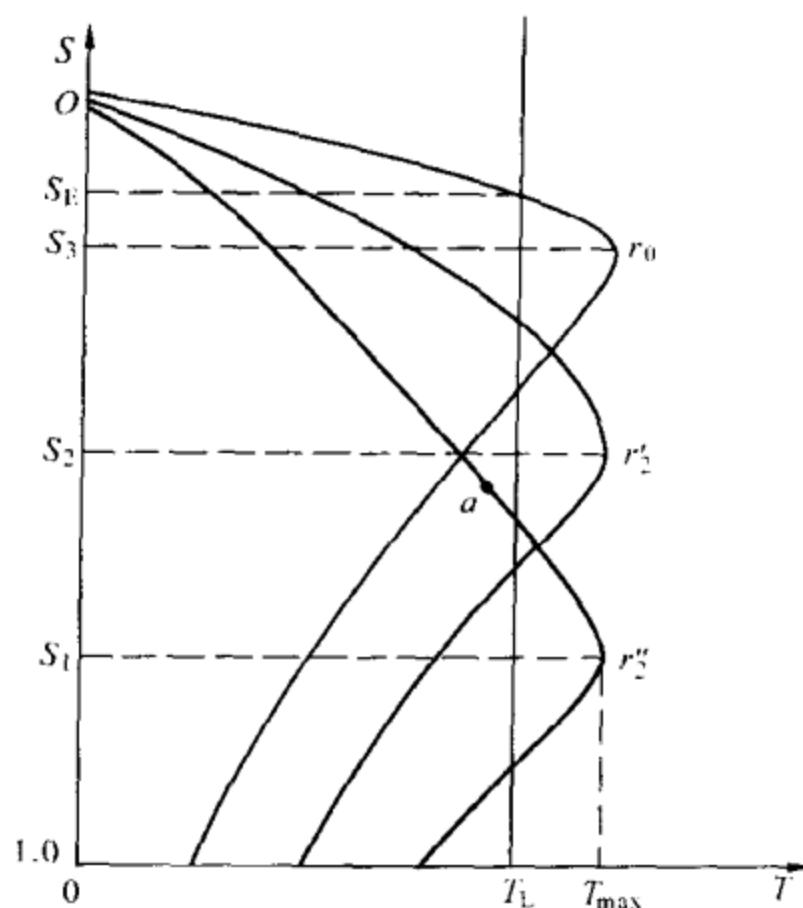

图 4-7 电动机转子串联不同
(1) 换挡操作过程中，中途停留时间不宜过长。桥式起重机上的电动机都是绕线型异步电动机，由转子串电阻调速。电动机转子串联不同电阻后的各机械特性曲线 $T = f(s)$ 如图 4-7 所示。电阻 $r_2'' > r_2' > r_0$ ，三条曲线分别代表主令控制器处于第 1、2、3 挡的情况。 T_L 为负载转矩。当电动机刚起动在第一挡行驶时，运行在曲线 r_2'' 上，转速迅速上升（即转差率减小到 S_1 ），并获得最大转矩 T_{max} ，电动机转差率向 S_2 过渡，此时电动机的转矩迅速地减小到低于负载转矩，如曲线 a 点上。如果此时不立即换到第二挡运行，即换到特性曲线 r_2' 上运行，则电动机会因出力不够而电流过大，只有立即换到曲线 r_2' 上，才能使电动机继续获得最大转矩，并继续升速。因电动机在起动过程中，起动电流远大于额定电流，并运行在不稳定区，只有换挡到 r_0 曲线上，达到额定转差率 S_E ，电动机才能进入稳定区运行。所以换挡时，也就是电动机起动时，中途停留时间不宜过长。
(2) 下降较重负载时，转子不宜串电阻。在下降较重负载时，由于负载的位能力矩带动电动机旋转，使电动机转速超过同步转速。此时转差率为负，但转向仍为正，产生的电磁转矩为负，与转向相反，进入发电制动状态。这时如果在转子中串入电阻，反而使速度增加，造成飞车降落，容易发生事故。所以下降较重负载时，主令控制器的手柄可从零位直接推到下降 3 挡，以实现发电制动下降。
(3) 制动器不灵常相遇，不宜打反挡代替制动。在制动器不灵时，桥式起重机司机就从第三挡飞快地操作到反挡 2 或反挡 3。这样不但使电动机遭到很大的反向电动力的冲击，而且使传动的机械部分受到不同程度的损坏。故即使在制动器失灵情况下，也只能打反向一挡，使机械部分慢速换向。
(4) 连续生产的行车，不宜偏重受载行驶。桥式起重机的大